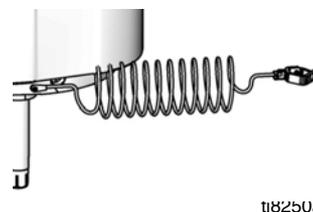

Рис. 5
**Насос:** Используйте входящие в комплект зажим и провод заземления. Соедините другой конец провода с грунтовым заземлением. См. Рис. 5.